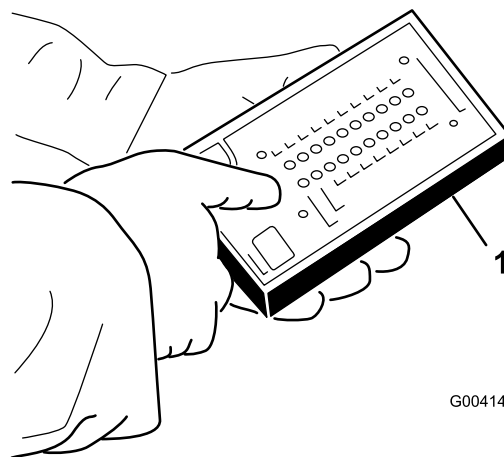

Bild 46
5. Schließen Sie den Stecker der ACE-Diagnostikanzeige an den Kabelbaum an (Bild 46).